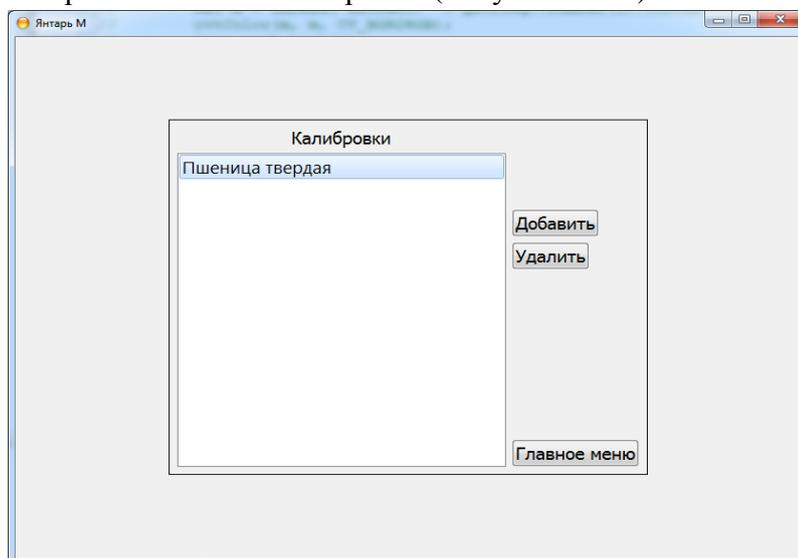

Рисунок 15.11. Список калибровок
- На экране откроется список калибровок (Рисунок 15.11)